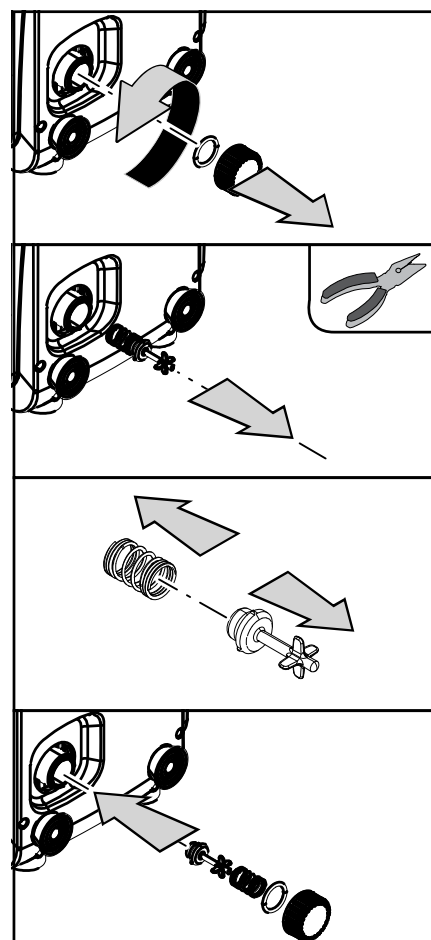

Fig. 19
3. ta oavsett bort avtappningspluggen på sidan E. Se till att O-ring inte kommer bort (Fig. 19);